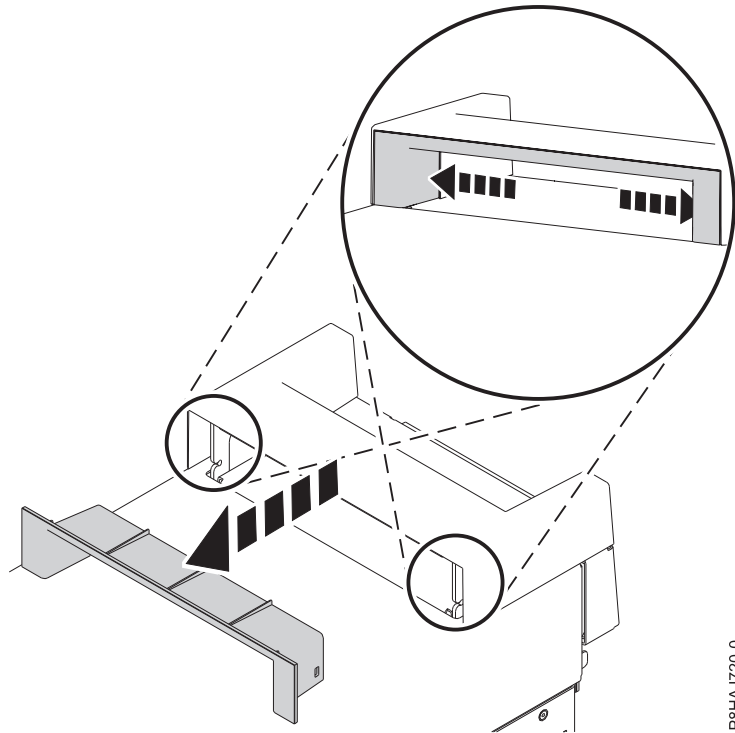

図 26. 8286-41A スタンドアロン・システムのハンドル・カバー内の断片の取り外し
1. 内側のラッチをしっかりと押してスライドさせて出すことで、ハンドル・カバーの内側にあるプラスチック片を取り外します。49 ページの図 26 を参照してください。